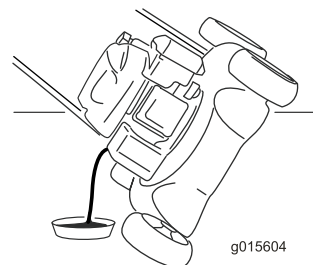

Figura 29
7. Deite a máquina de lado, com o tubo de enchimento de óleo para baixo, para drenar o óleo usado através do tubo de enchimento de óleo para o recipiente de escoamento do óleo (Figura 29).